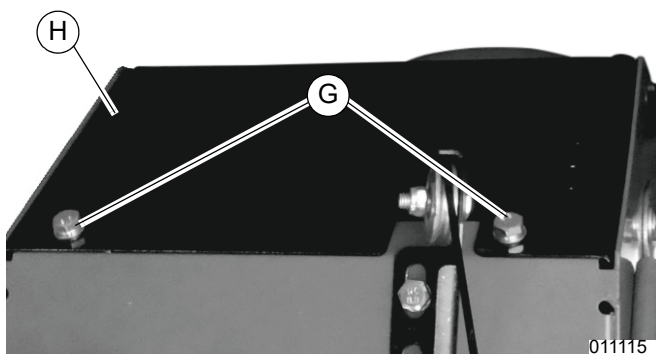

Figure 4-22. Emplacement des vis du carter de transmission
7. Voir **Figure 4-22**. À l'aide d'une clé de 10 mm, retirer les deux vis (G) de fixation du carter de transmission (H) et retirer le carter de transmission.